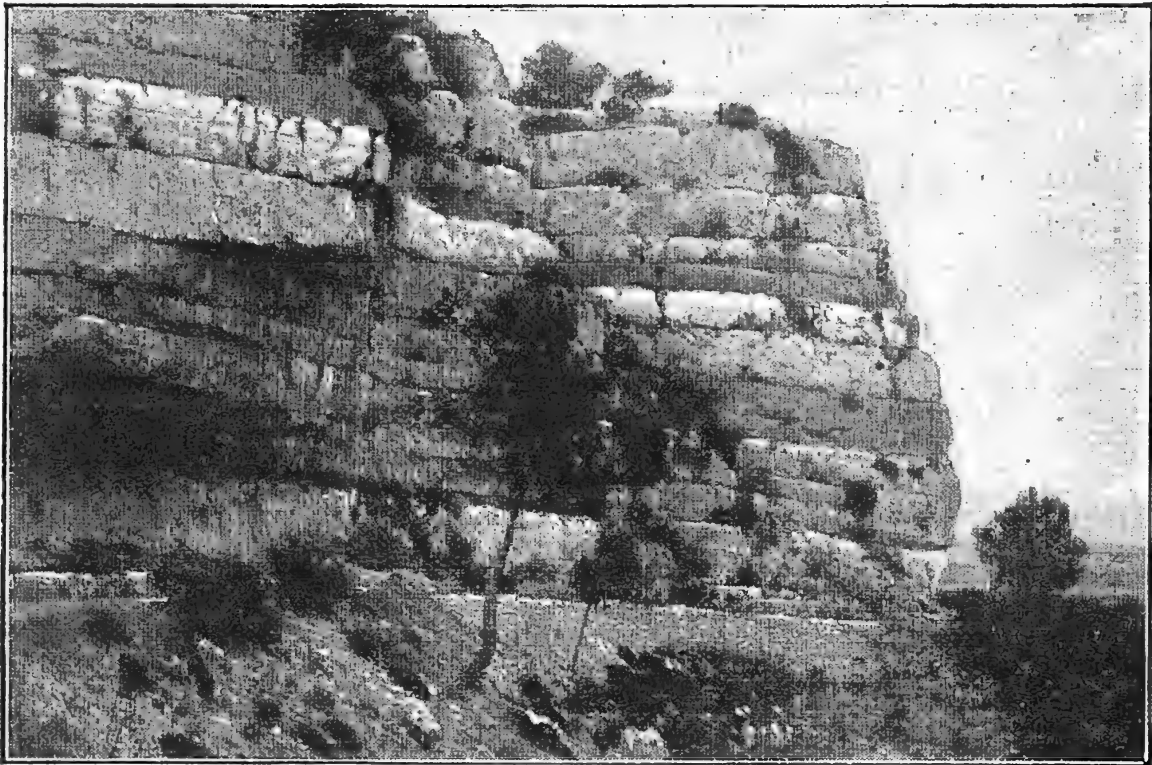
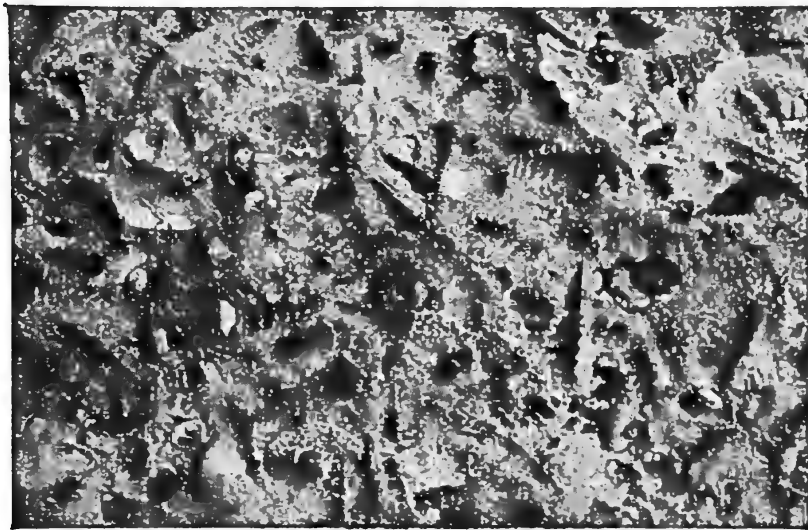

Fig. 114. — Type de terrain stratifié (roches sédimentaires),
Fig. 115. — Empreintes de fossiles (cérites) dans un morceau de calcaire grossier des environs de Paris.
**12. Roches sédimentaires.** — Les roches dont nous venons de parler sont superposées en *couches* parallèles (*fig. 114*) ; on peut s'en rendre compte en regardant l'ouverture d'une carrière ou la tranchée d'un chemin de fer. Elles se sont formées de débris arrachés par les eaux aux roches plus anciennes, et aussi des débris ou des empreintes d'animaux (*fig. 115*) et de végétaux qu'on nomme **fossiles**. Elles se sont déposées au fond des mers et des lacs, en couches superposées (*terrains stratifiés, roches sédimentaires* [Voir 20e leçon]). — Puis, elles ont émergé à la surface de la terre avec les fonds de mer, soulevés par les mouvements de l'écorce terrestre.